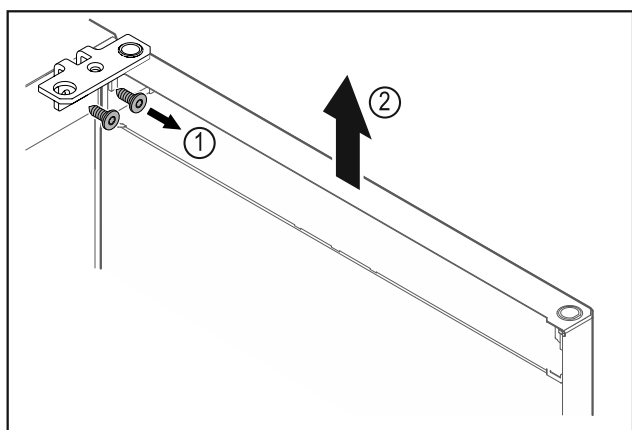

Fig. 12
- ▶ Skru hængselvinklen Fig. 12 (1) af.
- ▶ Løft døren og hængselvinklen Fig. 12 (2) ca. 200 mm lige op, og tag dem af.